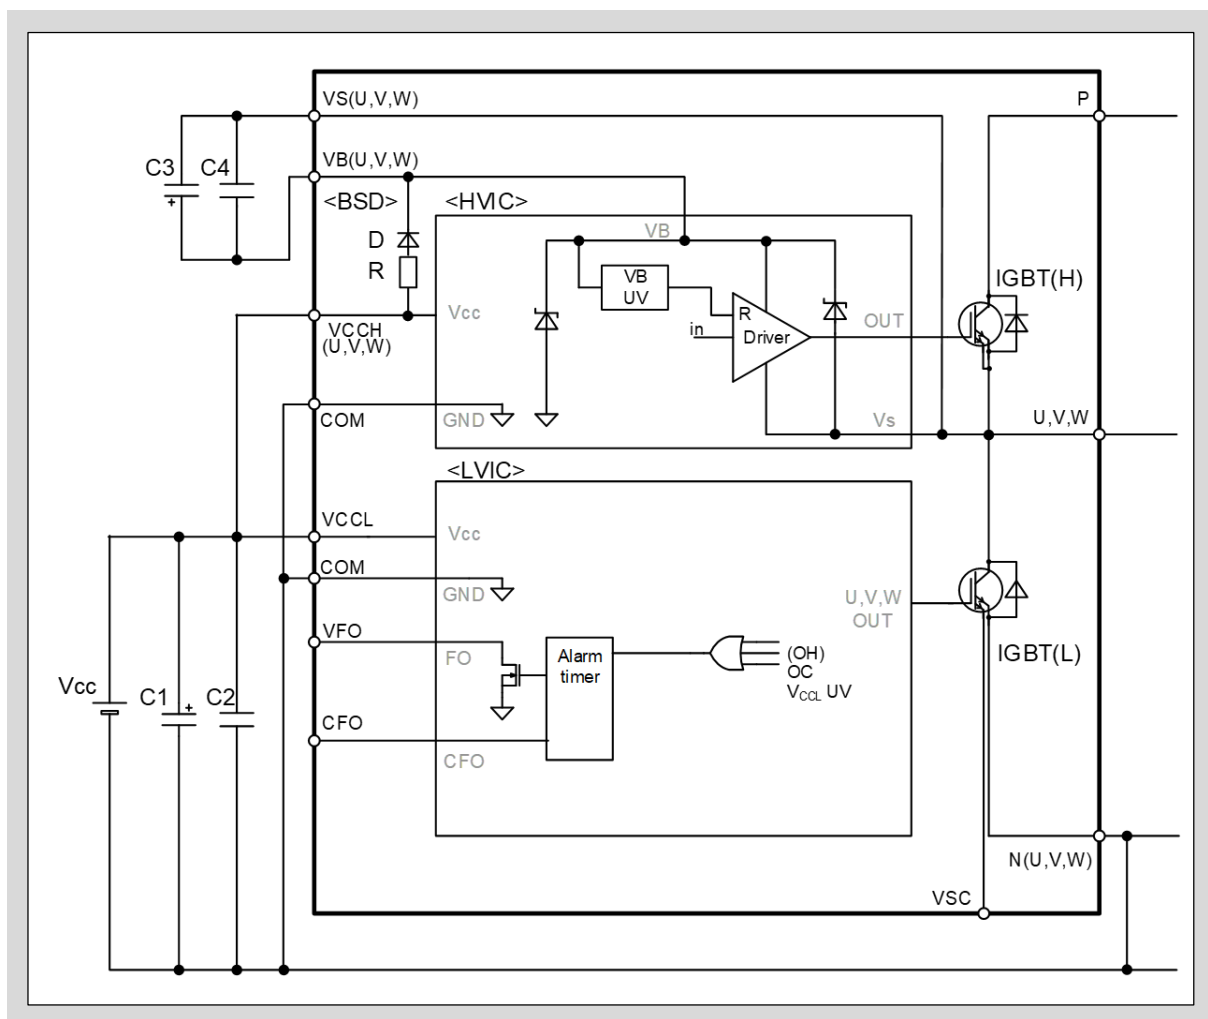

図3-4 ハイサイド駆動電源電圧 $V_{B(*)}$ の低入力電圧保護回路
- 図3-4にハイサイド駆動電源端子VB(U,V,W)-VS(U,V,W)間電圧 $V_{B(*)}$ の低入力電圧(UV)保護回路を示します。
- 図3-4に示すようにVB(U,V,W)-VS(U,V,W)とVB(U,V,W)-COM端子間にダイオードが接続されています。これらのダイオードは本製品をサージ入力から保護するためのものであるため、電圧クランプダイオードとして使用しないでください。本製品が破壊する恐れがあります。